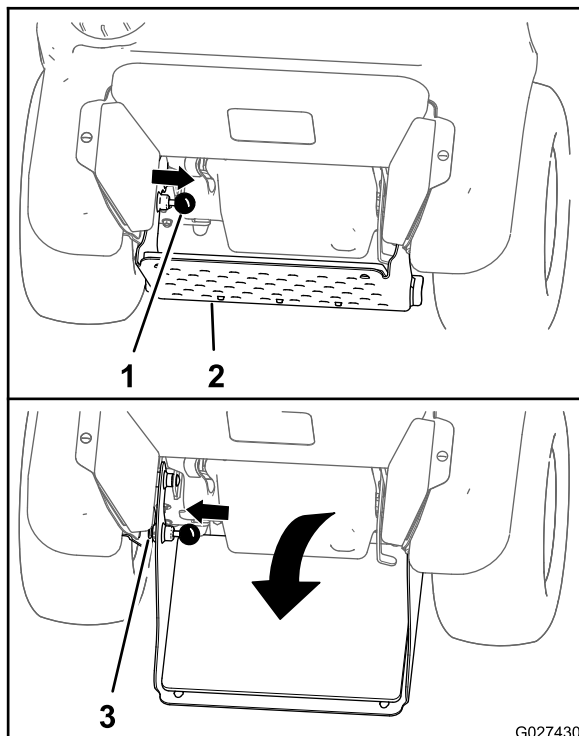

Figure 18
1. Tirez le bouton de verrouillage de la plate-forme vers l'intérieur, jusqu'à ce que la goupille passe le trou supérieur du châssis (Figure 18).
2. Faites pivoter la plate-forme vers le bas jusqu'à ce que la goupille de verrouillage soit en face du trou inférieur du châssis (Figure 18).
3. Déplacez le bouton de verrouillage vers l'extérieur, jusqu'à ce que la goupille dépasse du trou inférieur (Figure 18).
2. Faites pivoter la plate-forme vers le haut jusqu'à ce que la goupille soit en face du trou supérieur du châssis (Figure 18).
3. Déplacez le bouton de verrouillage vers l'extérieur, jusqu'à ce que la goupille dépasse du trou supérieur (Figure 18).